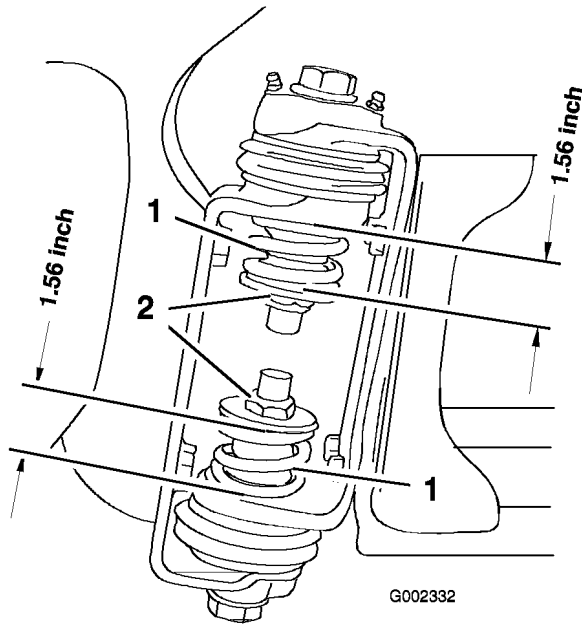

図 8
- ブームが開いた状態で、ブーム蝶番の部分で上部スプリングと下部スプリングの圧縮状態の長さを測定する(図8)。